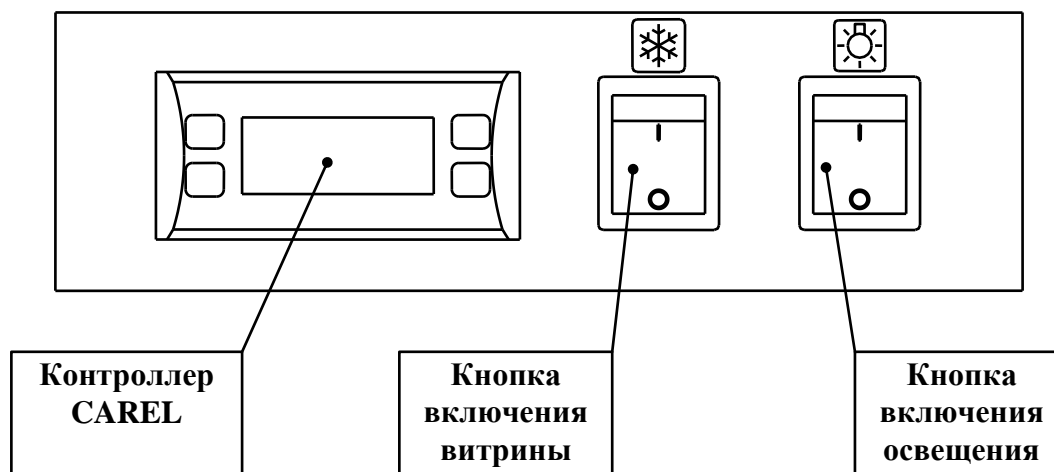

Рис. 1
- Электрическая система включает в себя панель управления (рис. 1), распределительный блок, пуско-защитный блок компрессора, панель вентиляторов испарителя, встроенный светильник. В панели управления, расположенной сверху витрины, находятся выключатели питания и освещения, электронный регулятор (контроллер). Распределительный